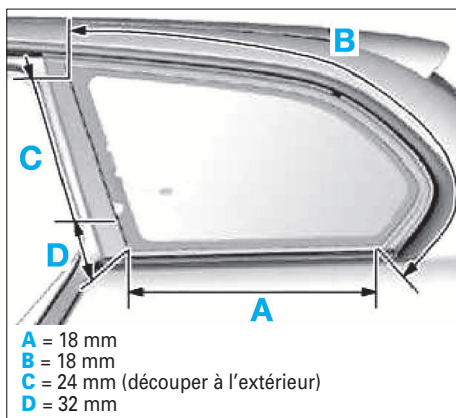

FIG. 108
- Régler le galet de la lame différemment dans les zones (A) à (D) (Fig.108).